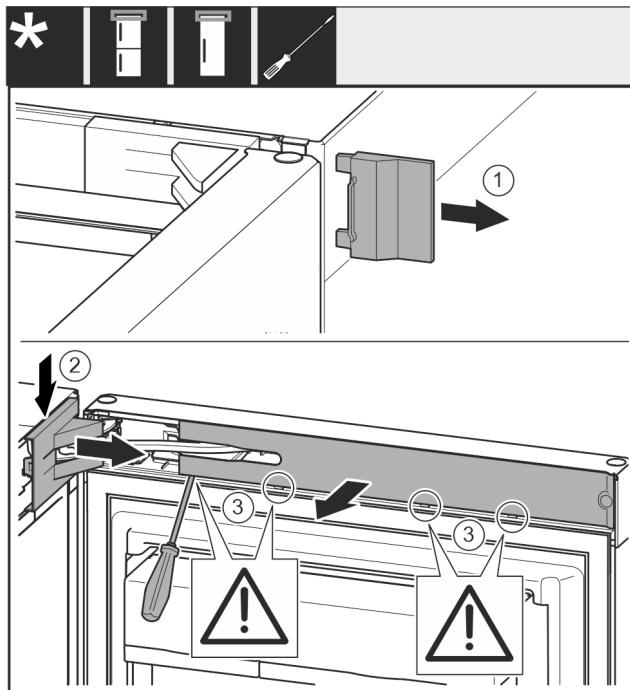

Fig. 8
- Свалете капака Fig. 8 (1).
- Освободете и развойте капака на лагерната стойка Fig. 8 (2).
- Свалете капака на лагерната стойка Fig. 8 (2).
- Освободете капачката Fig. 8 (3) с плоска отвертка и я завъртете настрани.